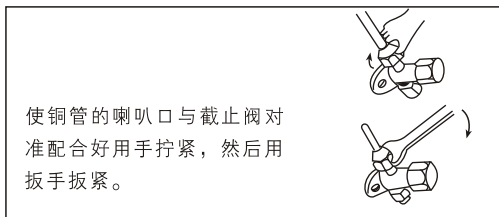

图 24
- (3) 在截止阀与管的喇叭口处涂少许润滑油, 然后按图 24 所示拧紧纳嘴。
(4) 按图 24 所示用扳手牢固地将纳嘴扳紧, 扭矩力按表 (5) 规定执行。